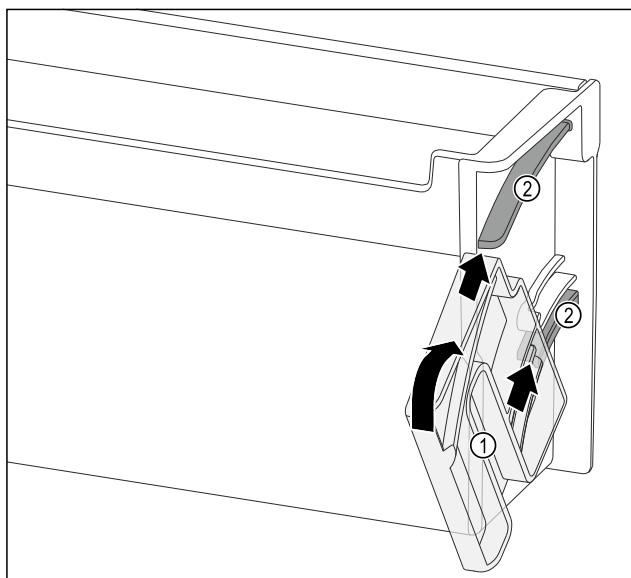

Fig. 100
- Разместите поворотный блок Fig. 100 (1) таким образом, чтобы выемки оказались точно напротив направляющих каналов Fig. 100 (2) дверной полки.
- Поверните поворотный блок Fig. 100 (1) по указанному направлению.